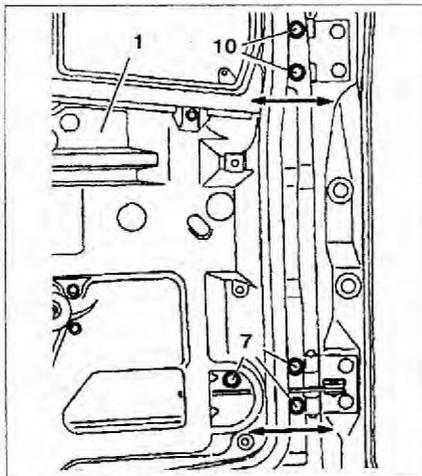

Рис. 8.10. Ослабьте винты 7 и 10 крепления петель. Отрегулируйте боковой зазор и совмещение ребер, перемещая петли влево или вправо.
10. Ослабьте винты 7 и 10 крепления петель (рис. 8.10).